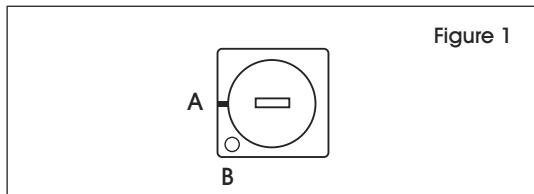

Figure 1
- Pour ouvrir le distributeur tout en le gardant verrouillé, insérez la clé en position A. (Voir Figure 1)
1. Insérez la clé en position A. (Voir Figure 1)